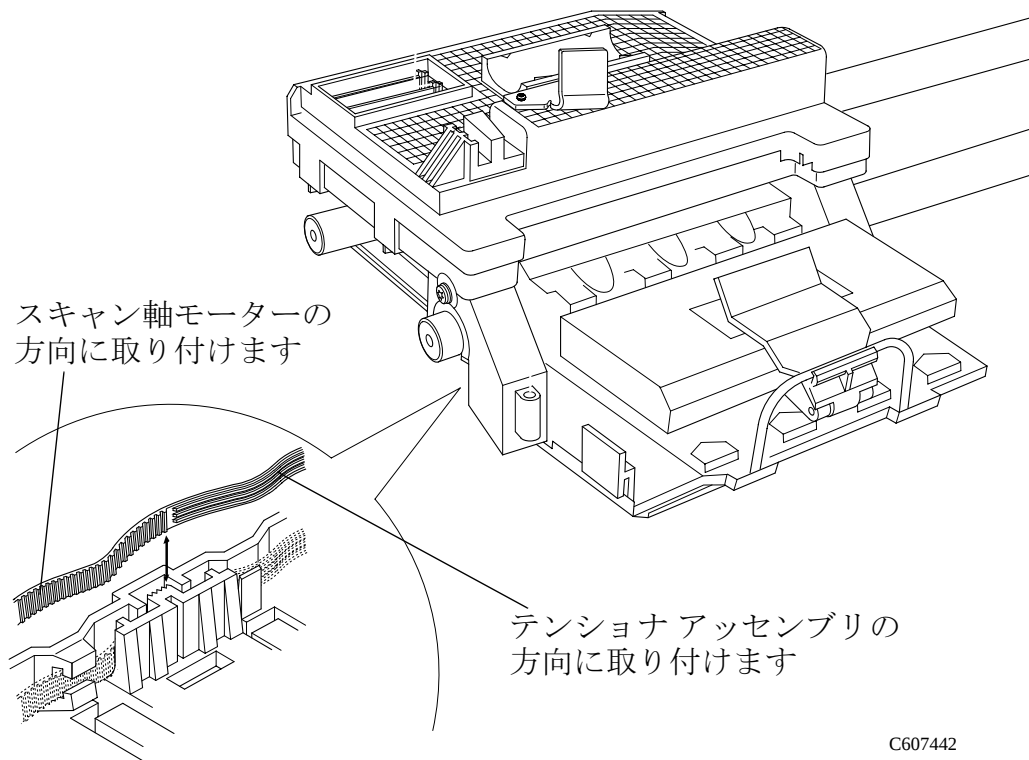

図 51 : ベルトの取り付け
- 3 ベルトを取り付けるときは、ベルトがねじれていないことを確認し、図51を参照して正しい方向に取り付けます。